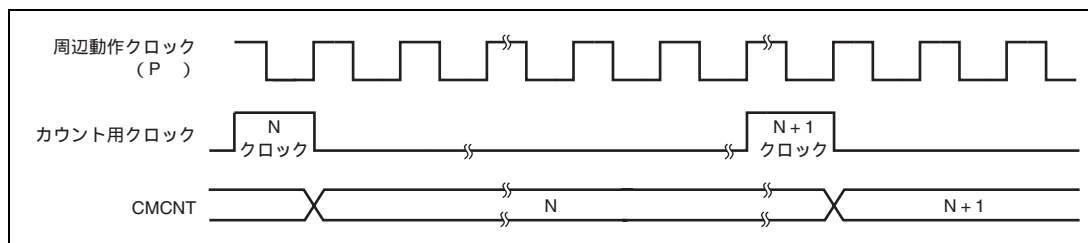

図 14.3 カウントタイミング
周辺クロック (P) を分周して得られた 4 種類のクロック (P /8、P /32、P /128、P /512) のうち 1 つを CMCSR の CKS[1:0]ビットにより選択することができます。図 14.3 にそのタイミングを示します。